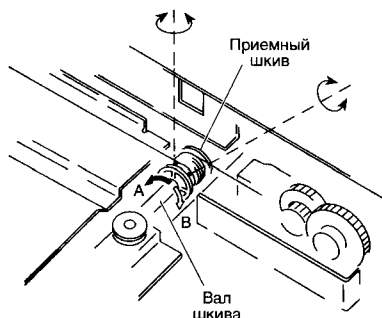

Рис. 26. Поворот шкива привода
4. Если ширина L_a больше ширины L_b , ослабьте крепежные винты дальнего шкива привода базы зеркал и поверните шкив привода в направлении стрелки В (см. рис. 26). Не двигайте вал шкива. Если ширина